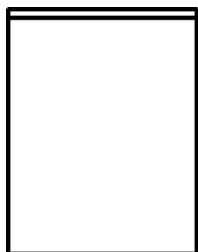

图 17.6.3 偏移直线 1
(1) 分解矩形。选择下拉菜单 **修改(M)** → **分解(X)** 命令，选取 Step2 添加的矩形并按 Enter 键。
(2) 偏移直线 1。选择下拉菜单 **修改(M)** → **偏移(S)** 命令，将矩形的上边线向内侧偏移，偏移距离值为 50，完成后的图形如图 17.6.3 所示。
(3) 偏移直线 2。选择下拉菜单 **修改(M)** → **偏移(S)** 命令，将偏移直线 1 向下偏移，偏移距离值为 280。